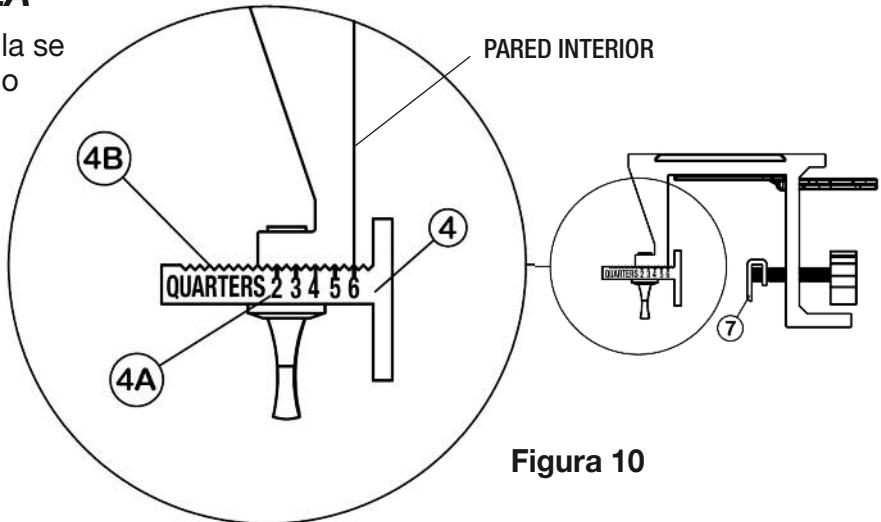

Figura 10
- Para centrar la pieza en la plantilla se debe ajustar la pared de centrado [4] (Figura 10) para el grosor de la pieza.